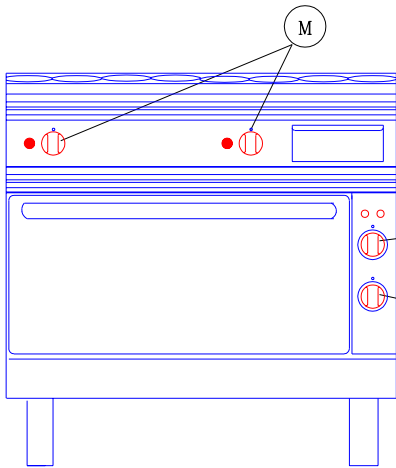

Fig.1 - Abb. 1
6.2 Brug af grillpladen (Fig. 1)
Grillpladerne på apparater med ½ modul har en kontrolknap (**M** - fig.1) som også bruges til at justere stegetemperaturen. Apparater på 1 modul har 2 knapper: hver knap kontrollerer temperaturen på den halve grillplade.
Grillpladens varme tændes (Fig. 1)
6.3 Brug af el-ovnen (Fig. 1)
Ovnen er udstyret med et tripolært manuelt sikkerhedstermostat. Hvis ovnrummet bliver overophedet, sættes dette element igang og afbryder forsyningen til ovnens modstande. Den gule signallampe er slukket, men det grønne er tændt. Det er nødvendigt at slukke apparatet ved at dreje knapperne **MT** og **ME** til **0**, sluk for hovedkontakten og tilkald et service-center. Ovnen er udstyret med 2 kontrolknapper og 2 signallamper (Fig. 1):
Drej afløsningknappen **ME** (Fig. 1) til **3**; drej knappen **MT** til den position som svarer til den ønskede temperatur: grøn og gul signallampe tændt. Loft- og bundmodstandene forsynes med maksimal værdier, til den ønskede temperatur er nået: den gule lampe slukker.
Ved skader standses apparatet ved at dreje knapperne **MC**, **MT** og **ME** (Fig. 1) til **0**. Sluk for hovedkontakten. Tilkald et autoriseret service-center.